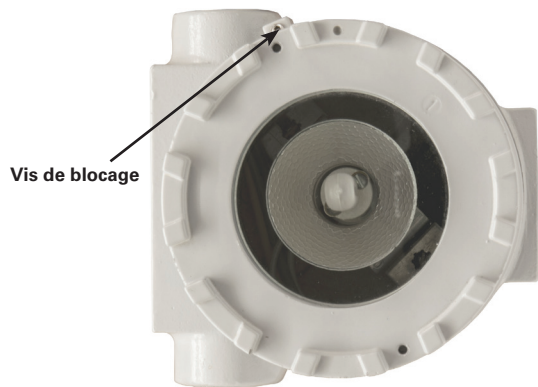

Figure 6
2. Desserrer la vis de blocage de la bague de la lentille, sans l'enlever. Voir la figure 6.